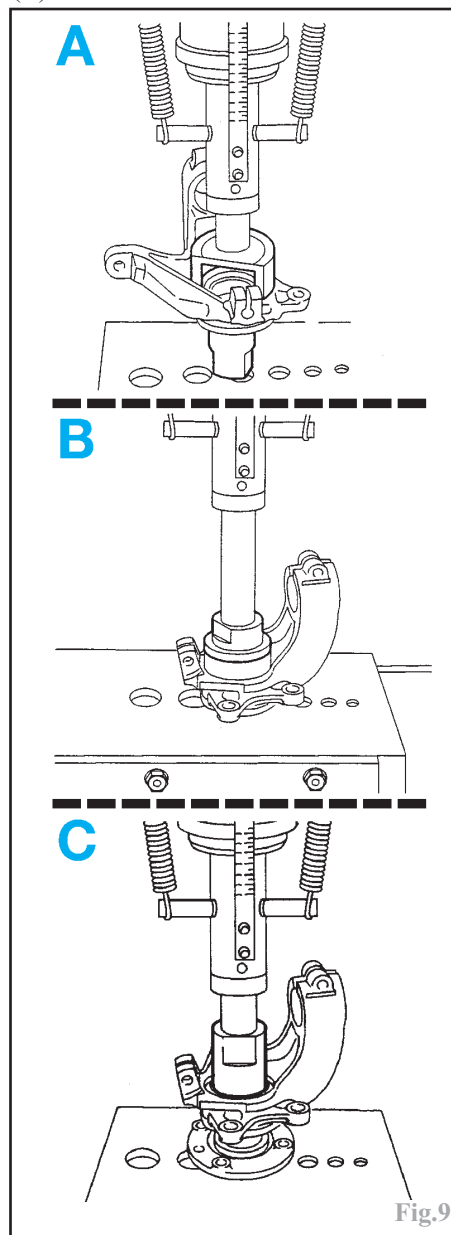

Fig.9
À la presse et à l'aide d'un mandrin de diamètre approprié, extraire le roulement contenu dans le pivot (A) (Fig.9).